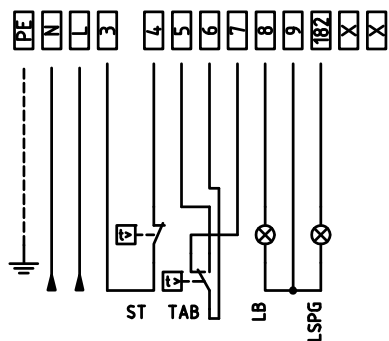
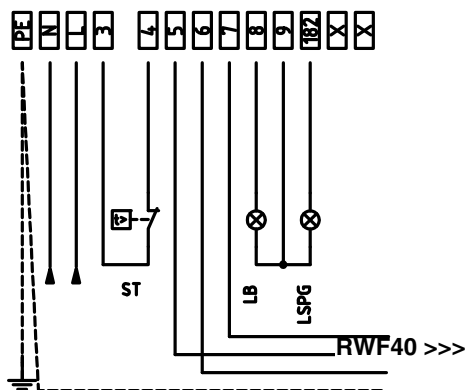

Fig.14 : Arzatoare Progressive
Fig.16 : Arzatoare Complet Modulante
- 1 Conectati conductorii de semnal de la Cazan la Arzator , in ceea ce priveste urmatoarele componente (Fig.14 - Fig.16) :
- 2 Conectati conductorii de semnal de la Arzator la Cazan , in ceea ce priveste urmatoarele componente (Fig.14 - Fig.16) :